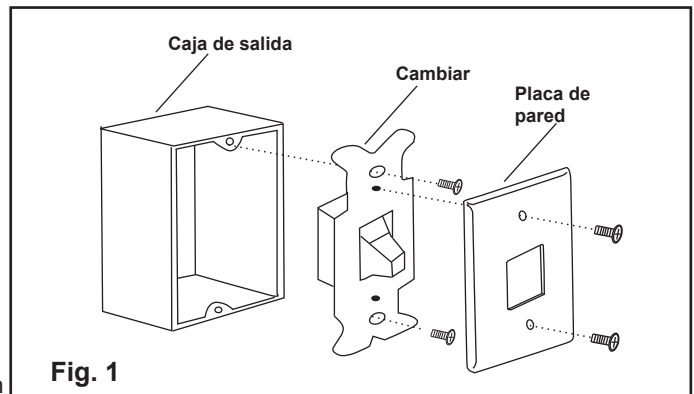

Fig. 1
1. Turn power OFF at fuse box or circuit breaker and remove the existing wall plate and switch, do not remove wires before noting their position. (Figure 1).
1. Coupez l'alimentation à la boîte à fusibles ou au disjoncteur et retirez la plaque murale et l'interrupteur existants, ne retirez pas les fils avant de noter leur position. (Figure 1).